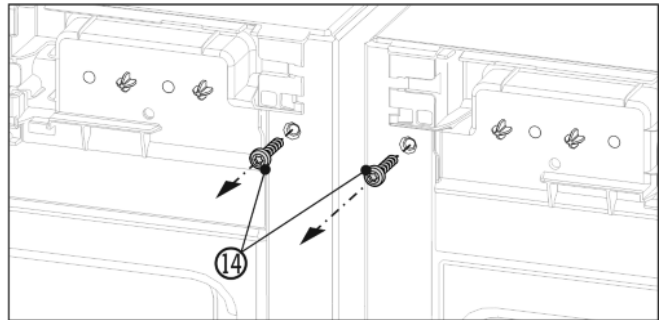

Fig. 6
- Kierrä molemmat maadoitusruuvit Fig. 6 (14) irti ennen ylemmän kulman asennusta.